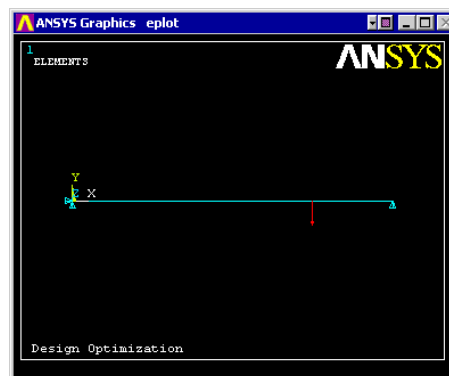

Рисунок 17 – Графічне вікно задання граничних умов
Задати вертикальну силу (FY) -2000 Н в точці 3. Прикладені навантаження і закріплення з'являться на екрані (рис. 17).